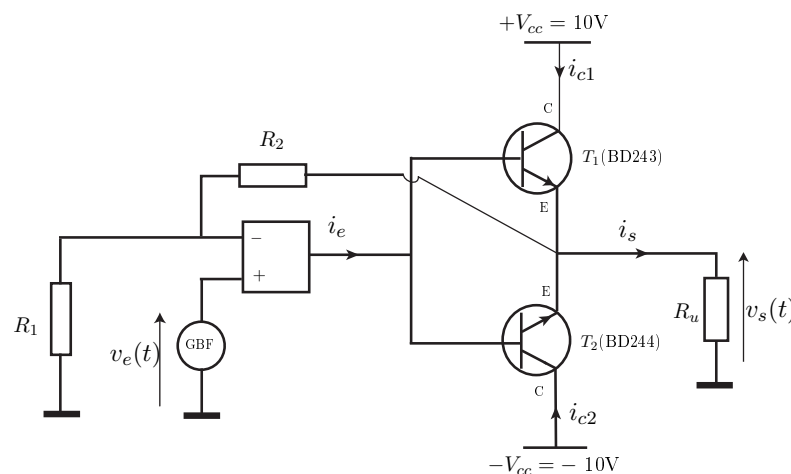

FIGURE 10.2 – Montage amplificateur Push-Pull sans distorsion de croisement
- ☞ Réaliser le montage de la figure 10.2 avec :  $R_1 = 10 \text{ k}\Omega$  ;  $R_2 = 100 \text{ k}\Omega$  ;  $v_e(t)$  est une tension sinusoïdale de fréquence 1 kHz et d'amplitude 0,5 V.